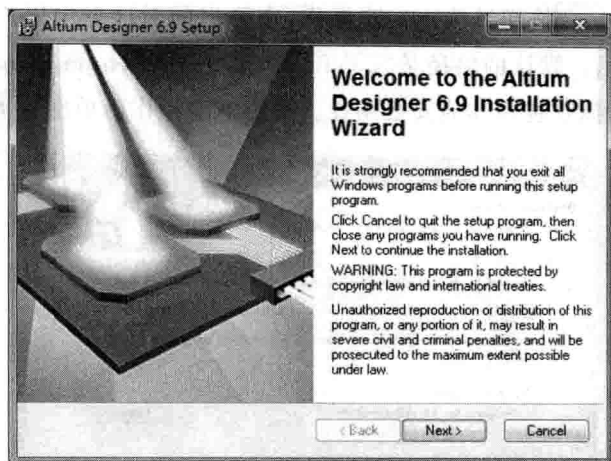

图 1-1 安装向导窗口
(1) 在 Windows 操作系统下, 将 Altium Designer 安装光盘放入光驱, 光盘自动运行后弹出安装向导窗口, 如图 1-1 所示。如果光盘未自动运行, 可以直接单击 Setup 文件夹中的“setup. exe”安装应用程序, 也会弹出如图 1-1 所示的安装向导窗口。